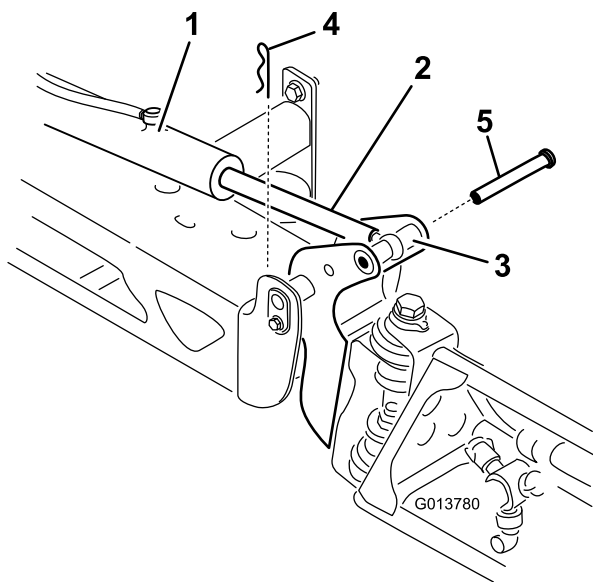

Figure 61
- Retirez la goupille fendue de l'axe de pivotement (**Figure 61**).
- Élevez la rampe et retirez l'axe (**Figure 61**), puis abaissez lentement la rampe au sol.
- Tout en maintenant la rampe, insérez l'axe dans le pivot de rampe et la tige de vérin (**Figure 61**).